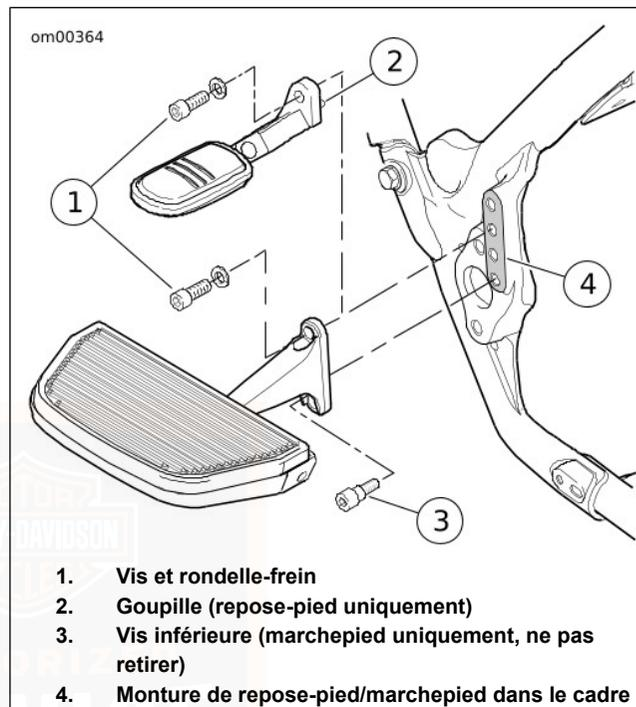

Figure 26. Marchepied/repose-pied du passager (typique)
1. Voir Figure 26. Retirer la vis à tête creuse avec la rondelle-frein du dessus du support de marchepied/repose-pied. Ne pas retirer la vis inférieure des marchepieds.